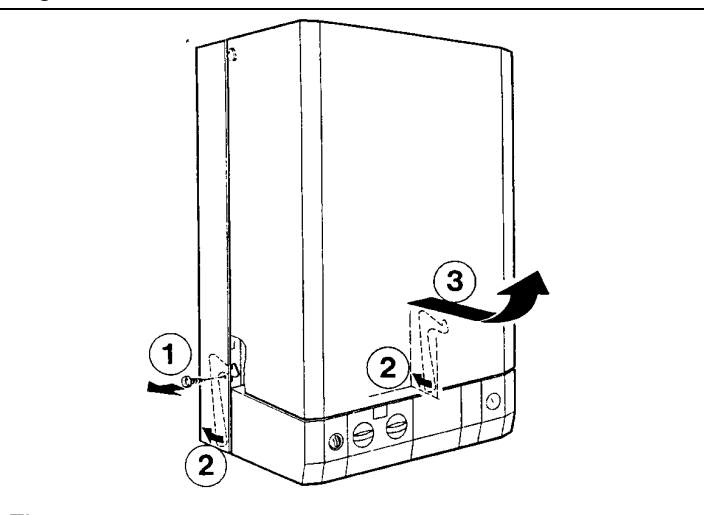

Fig. 6
Voorzie de twee ophanghaken zoals aangeduid in fig. 1 (blz. 3). Mantel afnemen (zie fig. 6 op blz. 7). De schroeven onderaan uitdraaien ① en beide hendels naar achter drukken ②. Mantel naar voor trekken en uitheffen ③. De ketel ophangen.
Prévoyez les boulons de fixation suivant la fig. 1 (page 3). Enlevez le manteau (voir fig. 6 à la page 7). Dévissez les vis en bas ① et poussez les deux leviers vers l'arrière ②. Tirez le manteau vers l'avant et soulever ③. Fixez la chaudière.